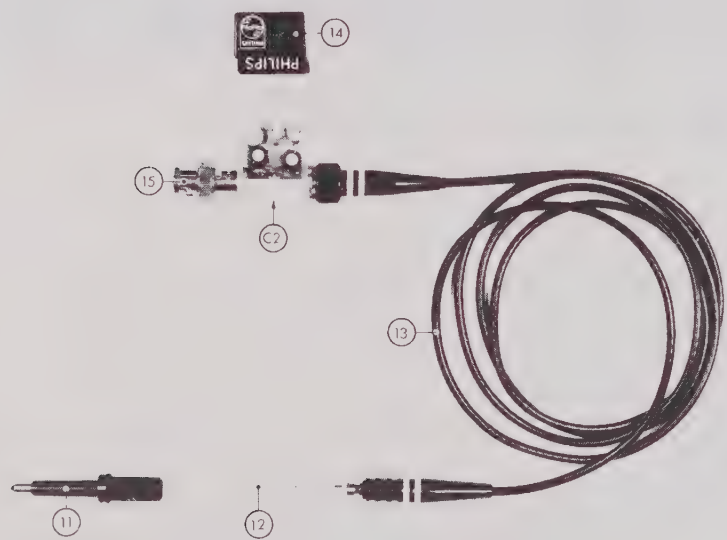

Fig. 1.11 Démontage de la sonde
Démontage de la sonde (voir Fig. 1.11)
1.4.5.1. Composants mécaniques (Fig. 1.11. et 1.12.)